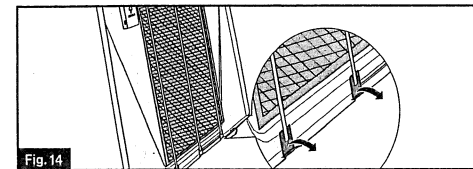

Fig. 14
3. Pour retirer le filtre, soulevez les languettes de la tige du filtre (6 au total), puis retirez la tige du panneau du filtre. (Fig. 14)